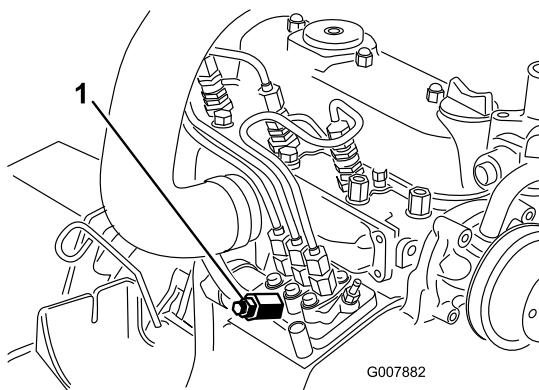

Figura 43
- Coloque um tapete sob o parafuso de purga de ar na bomba de injeção de combustível e abra-a (Figura 43).